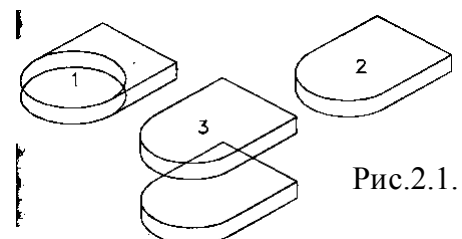

Рис. 2.1.
3. Выполнить упражнение 3. Черчение в изометрии (рис. 2.1, 2.2).
8. Выполнить упражнение 3. «Черчение в изометрии» (рис. 2.1, 2.2)